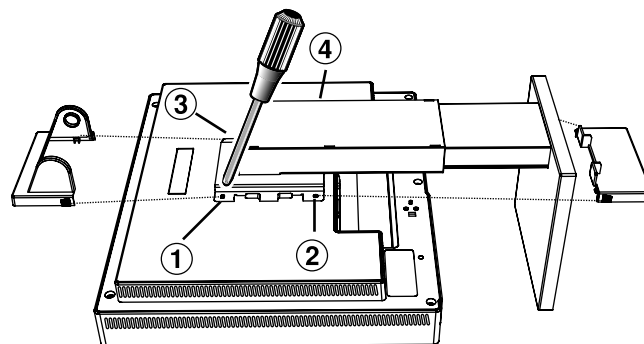

Figure S.2
4. Retirez les quatre vis connectant le moniteur au support et soulevez l'ensemble support (**Figure S.2**). Le moniteur est maintenant prêt pour un montage différent.